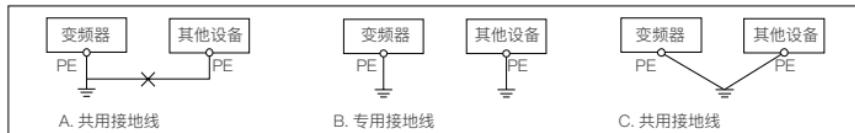

图 4-16 推荐的接地方式
切勿与其它动力设备共用接地线 (A), 可共用接地极 (C), 但各有专用接地点 (B) 的效果最优, 如图 4-16 示。